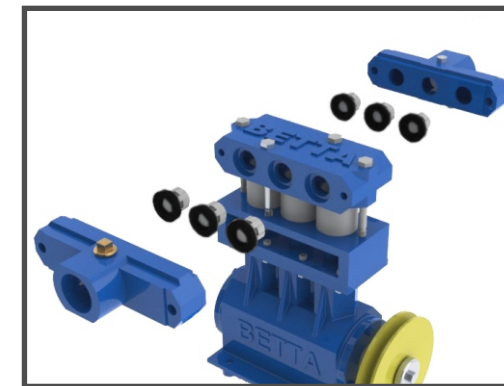

Fig. 33
- 3 - Afastar os respectivos cabeçotes de forma a permitir a retirada das válvulas. (Fig. 33)